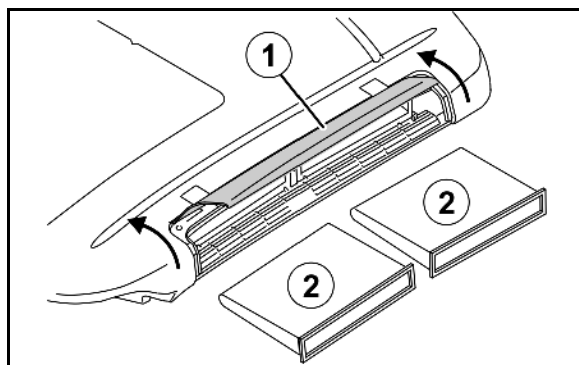

Bild 164
1. Öppna skyddet (Bild 164/1) till vänster på hyttaket.
2. Filter (Bild 164/2) lås upp, ta ut och byt.